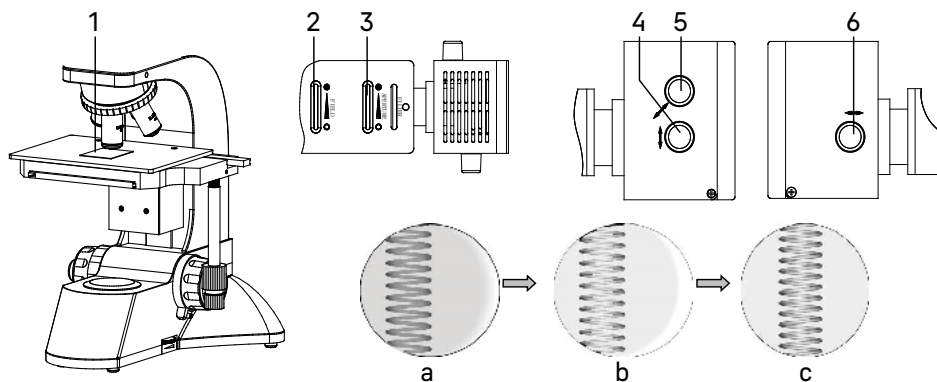

Рис. 9. Центрировка источника света
1. Положите кусок белой бумаги 1 (примерно 40 x 50 мм) на предметный столик, как показано на рис. 9.
3. Откройте полевую 2 и апертурную 3 диафрагмы, в этот момент на белой бумаге появится яркое световое пятно с изображением нити внутри, как показано на рис. 9с.